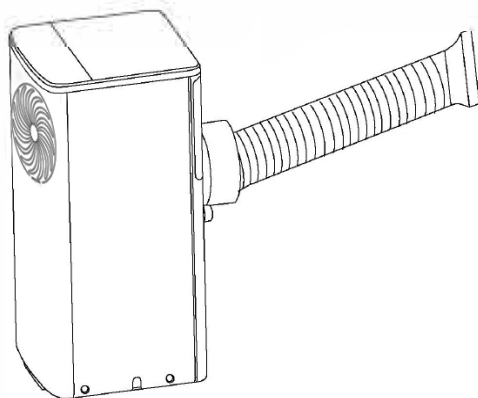

Fig. 1
1. Estendere il flessibile quanto basta per raggiungere l'esterno (max 1,5 m) e agganciarlo alla parte posteriore del climatizzatore (Fig. 1).
1. Per realizzare il foro nel vetro si consiglia di portare dal vetraio anche l'accessorio kit oblò (Fig. 1).
(Fig. 1)